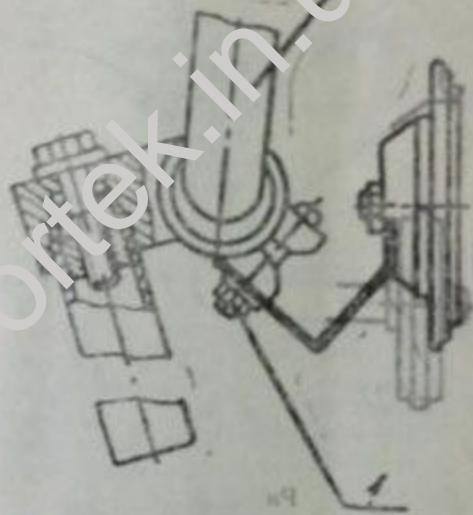

Рис. 2 Наклонность руля регулируется ослаблением гайки (1) и наклонением трубки руля (2) в удобное положение и вновь затянуть гайку.
Для изменения наклона руля необходимо (рис. 2) ослабить ключом гайку (1) наклонить трубу руля (2) в удобное положение и вновь затянуть гайку.